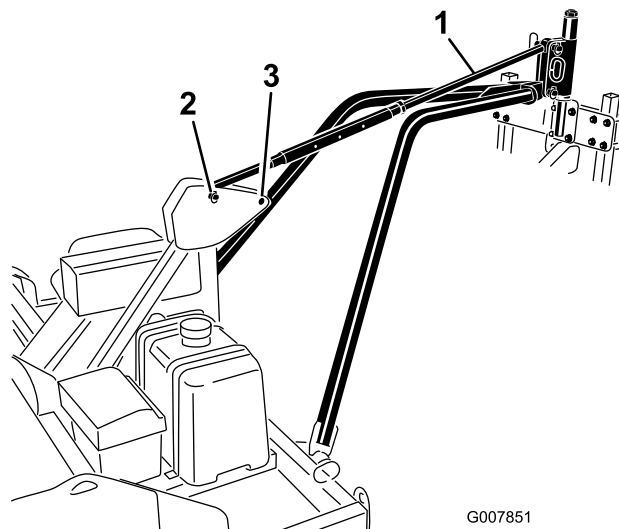

Figura 14
5. Allineate il foro della piastra di fissaggio del braccio di traino ai fori inferiori del perno girevole di attacco dell'arieggiatore (Figura 14). Fissate la piastra di fissaggio del braccio di traino al perno girevole di attacco dell'arieggiatore con un perno di traino e un acciarino.
7. Fissare il perno di comando ai fori superiori del perno girevole di attacco dell'arieggiatore e al perno girevole di attacco del telaio utilizzando i perni di traino e gli acciarini (Figura 14).